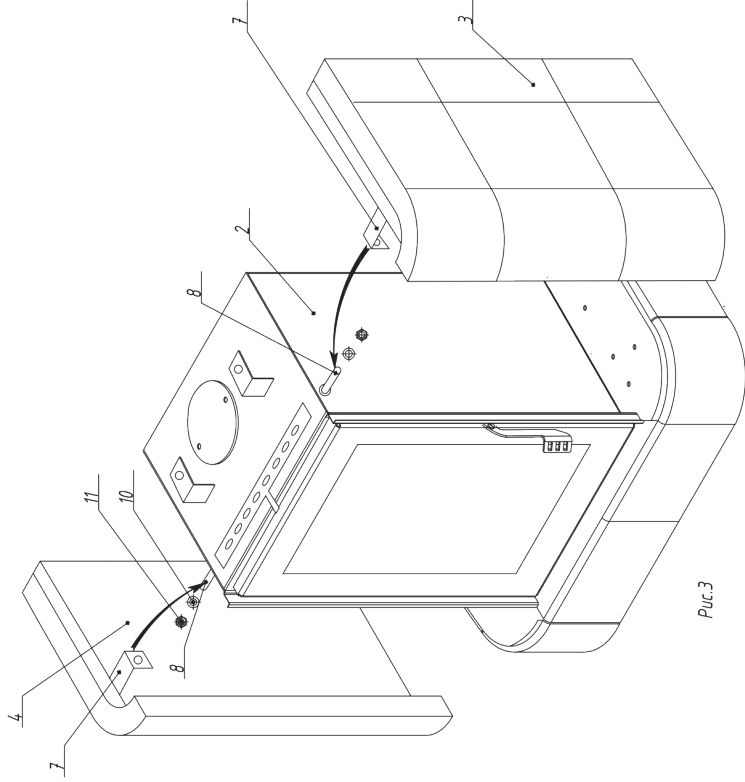

Рис.3
4. Кронштейн 7 боковых панелей 3,4 крепится к винту 8 на толчке 2 шайбой, гайкой 10,11 (Рис. 3)